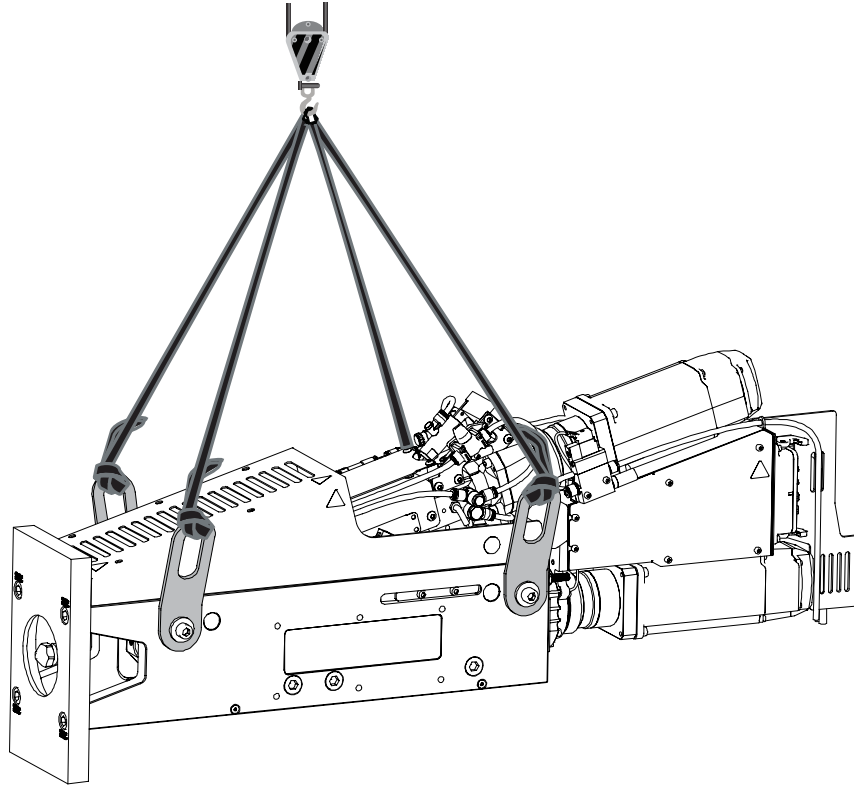

图 5-6 水平吊装
1. 确保所有起吊板均已通过四根长吊索正确连接至公共起吊点。参见图 5-6 水平吊装。